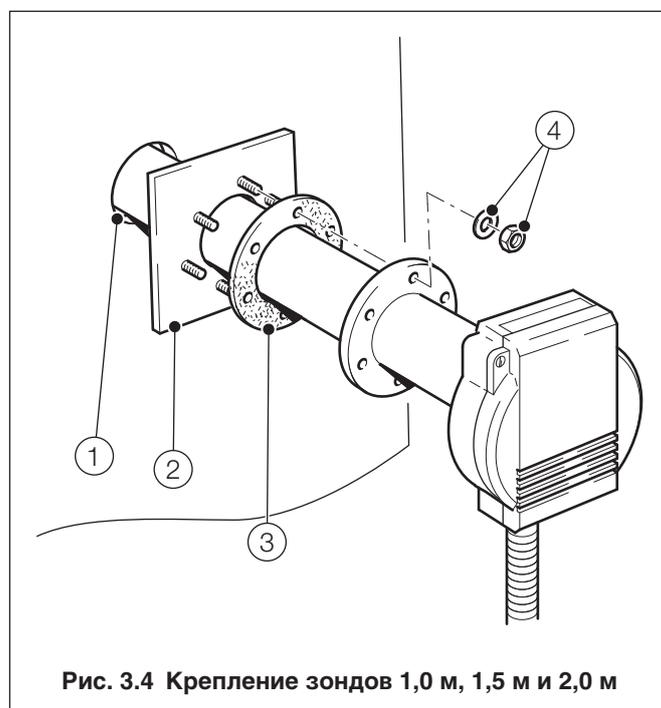

Рис. 3.4 Крепление зондов 1,0 м, 1,5 м и 2,0 м
3.2.2 Зонды 1,0 м, 1,5 м и 2,0 м – Рис. 3.4
- ① Прорезать в стенке дымохода отверстие диаметром не менее 120 мм.
- ② Либо: